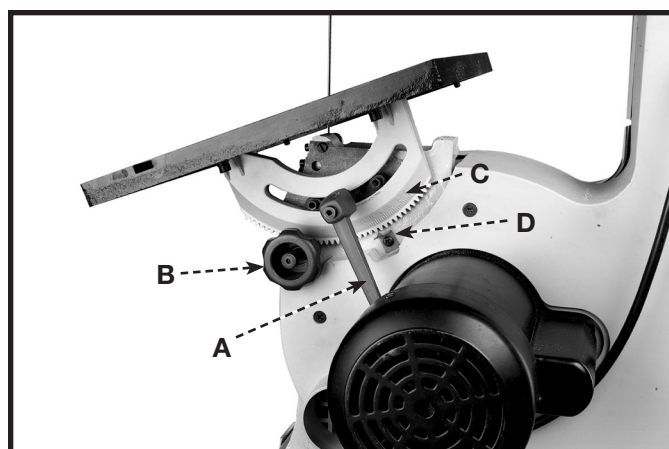

Fig. 31
IMPORTANT: Lorsque l'outil est inutilisé, l'interrupteur doit être verrouillé en position d'arrêt afin d'empêcher toute utilisation non autorisée. Utiliser un cadenas (C) fig. 31, avec une boucle de 11,11 mm (3/16 po) de diamètre.
La table peut être inclinée de 45 degrés vers la droite. Pour incliner la table, desserrer la poignée de verrouillage (A) fig. 31, et tourner le bouton (B) en sens horaire jusqu'à l'angle voulue. Puis serrer la poignée de verrouillage (A). **REMARQUE** : la poignée de verrouillage de la table (A) se replace en sortant la poignée et en la replaçant sur l'écrou qui se trouve sous le moyeu de la poignée. Une échelle (C) et un pointeur (D) sont fournis pour indiquer l'angle d'inclinaison.